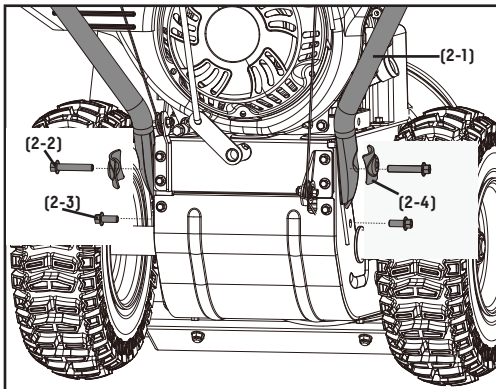
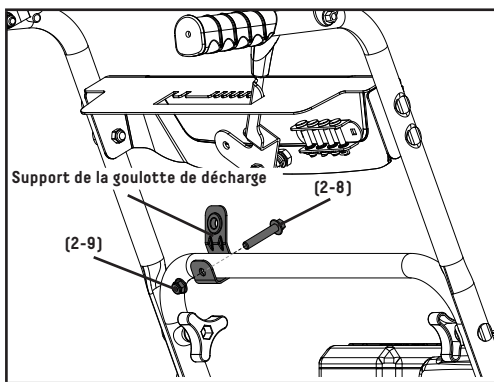

Figure 1
Figure 3
1. Enlever les roues avant d'assembler la poignée. Fixez la poignée inférieure (2-1) sur le corps de la machine au moyen des boulons (2-2, 2-3) et des rondelles (2-4) (figure 1). Répétez la procédure de l'autre côté. Voir la figure 3 pour l'orientation du trou de montage du support de la goulotte de décharge. Refixer les roues.
3. Reliez le guide de la goulotte de décharge à la poignée inférieure au moyen d'un boulon (2-8) et d'un écrou freiné (2-9) (figure 3).